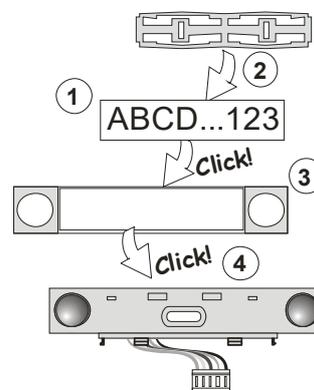

Рисунок 3: Установка ярлычка внутри контрольного сегмента
- b. После установки батареек загорается и постоянно горит желтая подсветка кнопки активации (3), указывая на то, что модуль не зарегистрирован в системе.
- d. Нажмите на подсвеченную кнопку активации (3). Модуль будет зарегистрирован, желтый светодиодный индикатор погаснет (для этого может потребоваться несколько секунд). Сигнал регистрации также может быть послан путём установки батареек.
9. Выполнив установку, вставьте ярлычки с описанием под прозрачные крышки сегментов и закройте их (см. Рисунок 3). Функция печати ярлычков предусмотрена в программе F-Link (окно устройств **Devices**, позиция модуля - внутренние настройки (**Internal settings**)).